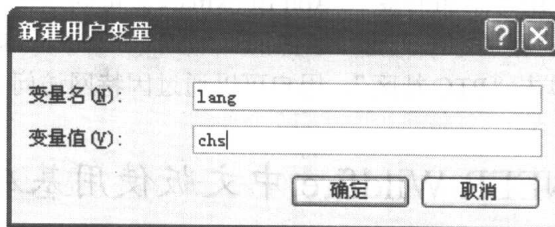

图 1-2-2 中文环境设置
(2) 单击“环境变量”按钮, 调出“环境变量”对话框。选择“新建”按钮, 在“新建用户变量”对话框中设置环境变量 lang 之值为 chs, 如图 1-2-2 所示。